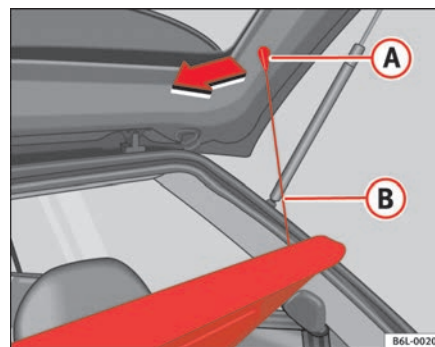

Fig. 90 Bandeja portaobjetos
- Desenganche los tirantes ⇒ fig. 90 (B) de los alojamientos (A)